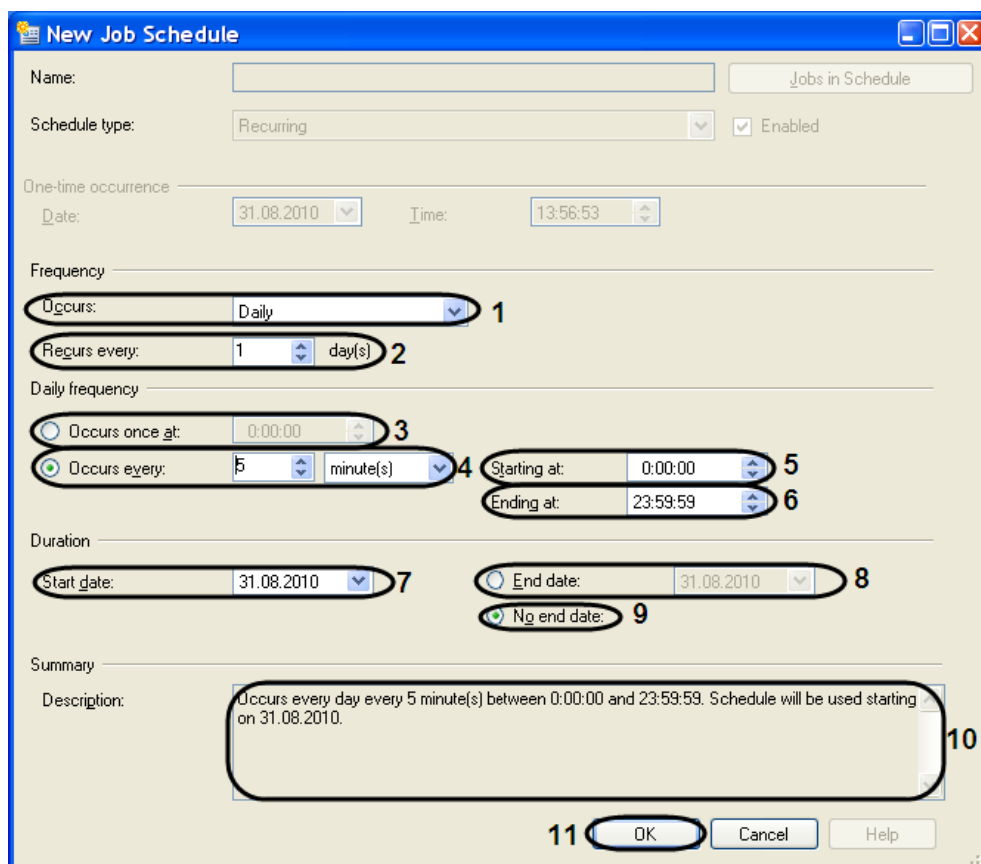

Рис. 11.3—20. Окно «New Job Schedule»
- 18.2. Выбрать значение частоты повторения расписания из раскрывающегося списка «Occurs:» (см. Рис. 11.3—20, 1).